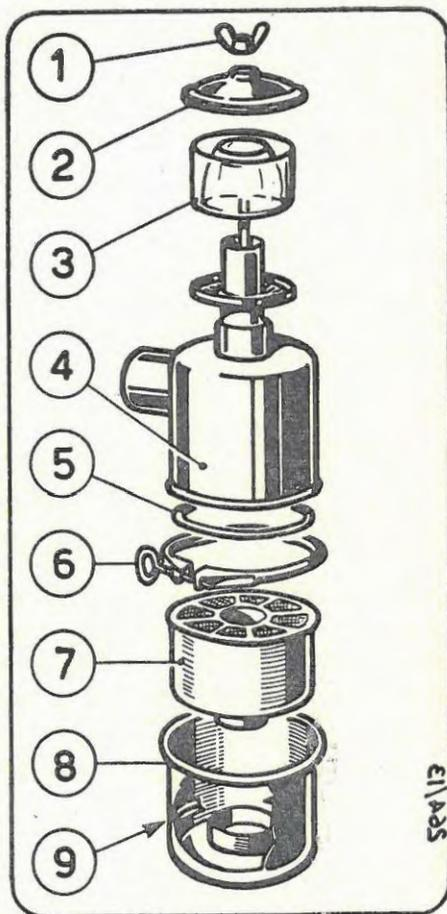

Fig. 9 - SMONTAGGIO DEL FILTRO ARIA ASPIRAZIONE.
4) PULIZIA DEL FILTRO ARIA ASPIRAZIONE (fig. 9). Deve essere effettuata con maggiore o minor frequenza a seconda del pulviscolo contenuto nell'aria che il motore deve aspirare.